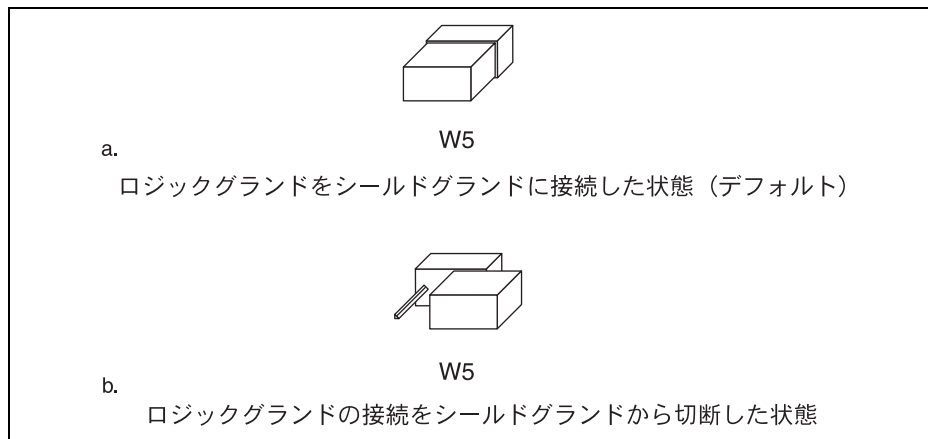

図 9 PC/104-GPIB のグラウンド設定ジャンパの設定
2. このジャンパを取り外し、図 9 のように、ジャンパピン 1 本だけを覆うように差し込みます。